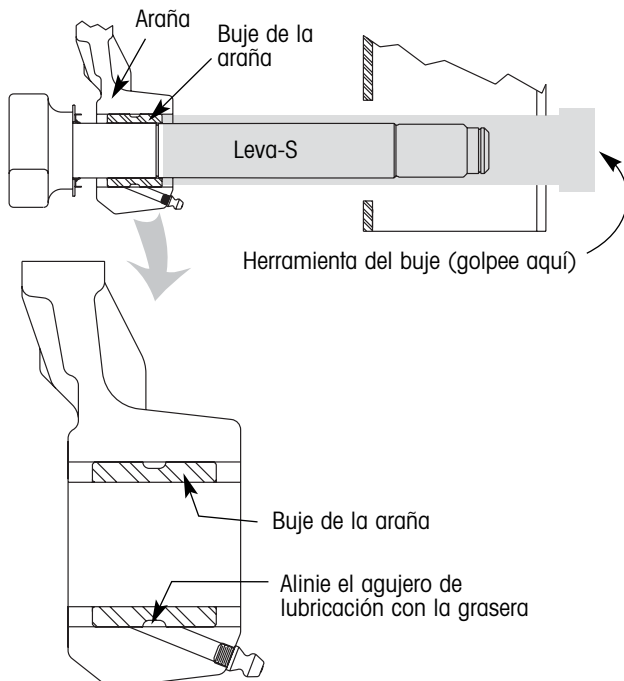

Figura 19. Instalación del buje de la araña
- Utilice la herramienta para bujes para instalar el buje de la araña en la araña (figura 19). Golpee el tapón de la herramienta para bujes con un martillo hasta que el agujero de lubricación del buje se alinee con la grasera en la araña (figura 19). Cuando este alineado, remueva la herramienta para bujes.